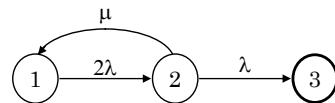

Abbildung 6: Übergänge identischer Komponenten (gleiche Failure Rates) zusammenfassen
z.B. die Differentialgleichungen aus Abbildung 6: